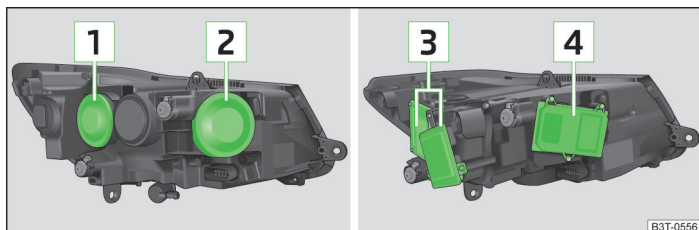

Fig. 204 Dispunerea becurilor: Faruri cu halogen / cu xenon
- Detașați capacul din cauciuc **1** » fig. 204 la pagina 250.
- Detașați capacul din cauciuc **2** » fig. 204 la pagina 250.